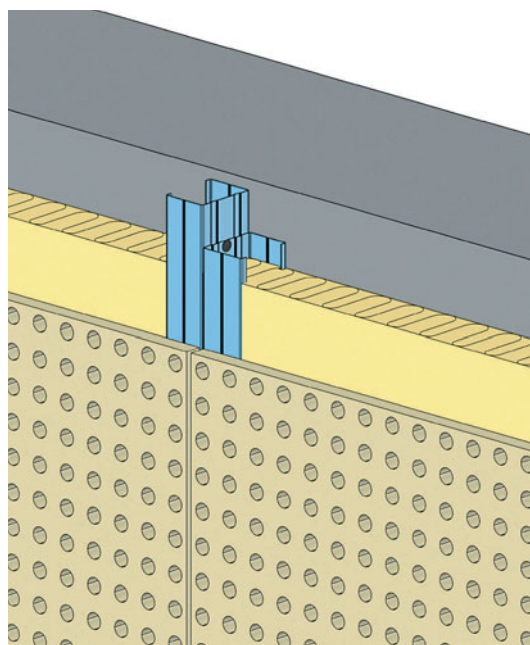

Fig. 8 : Traitement des joints sans bande
- enduit à joints Knauf + bande sur plaques à bords amincis (fig. 8) y compris Knauf Delta 4
- pour les plaques Knauf Delta (fig. 8) un jeu de 3 mm sera ménagé entre plaques pour le traitement des joints. Le jointoiement se fait à l'enduit Jet Filler (application au pistolet entre deux plaques), après application du primaire d'accrochage (Tiefengrund).